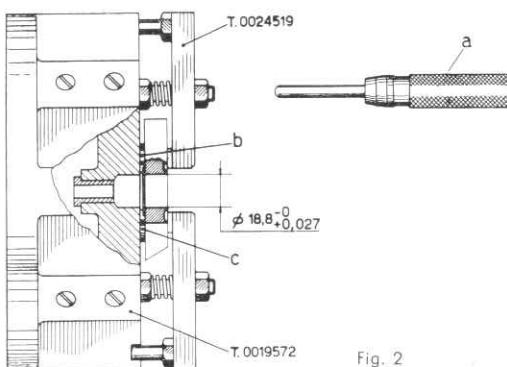

Fig. 2
3. Grinding (Fig. 2). Position fixture T. 0019572 onto grinder and check that half shaft reference pads « b » and « c » are on the same plane. If necessary grind to bring level. Mount half shaft, centre using reference plug « a » and clamp in position. Grind crankpin holes so as to bring them to dia. indicated in fig. 2.	Mount clamps T. 0024519 suitable for this type of half shaft onto fixture T. 0019572. Also request reference plug T. 0019572/17 (indicated with « a » in fig.). Plug gauge $\varnothing 18,8 - 0 + 0,027$ (0,74 - 0 + 0,001).
<p>3. Rectificación</p> <p>(Fig. 2). Meter el portapiezas T.0019572 sobre la rectificador y verificar que las pastillas (« b » y « c ») de apoyo semivolante estén sobre el mismo plano; en caso contrario rectificarlas.</p> <p>Montar el semivolante centrándolo con el eje « a » y blocarlo; luego aumentar de medida los agujeros de alojamiento muñequilla llevándolos a la medida indicada en fig. 2.</p>	Sobre la herram. T.0019572 montar los soportes T.0024519 específicos para el blocaje de este tipo de cigüeñal. Pedir también el perno de centraje T.0019572/17 (indicado con « a » en la figura). Controlar con el tampón $\varnothing 18,8 \begin{matrix} -0 \\ +0,027 \end{matrix}$
(Fig. 2). Meter el portapiezas T.0019572 sobre la rectificador y verificar que las pastillas (« b » y « c ») de apoyo semivolante estén sobre el mismo plano; en caso contrario rectificarlas.
Montar el semivolante centrándolo con el eje « a » y blocarlo; luego aumentar de medida los agujeros de alojamiento muñequilla llevándolos a la medida indicada en fig. 2.